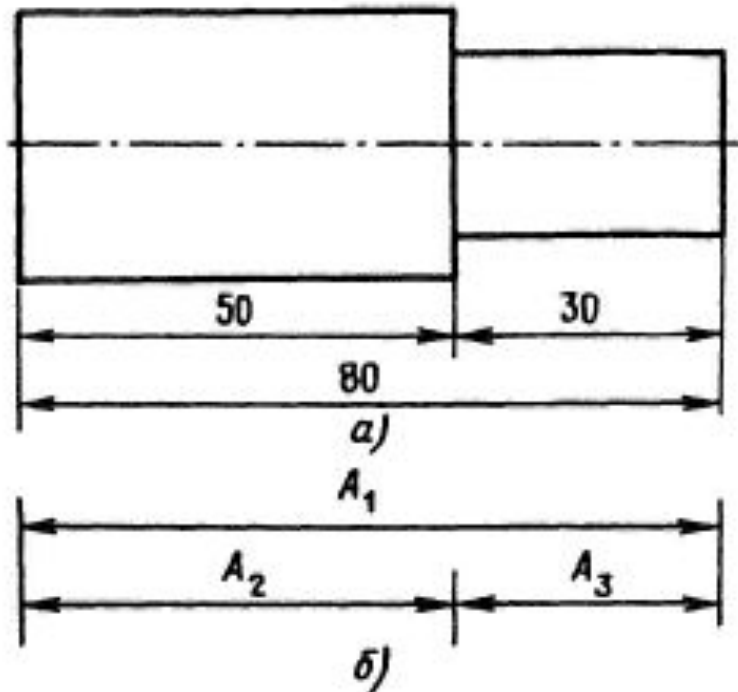

Рис. 1. Размерная цепь из элементов детали
- **Составляющие звенья (звенья)** - *размеры, входящие в размерную цепь. Обозначают чаще всего прописными русскими буквами с индексами (рис.1), иногда используют строчные буквы греческого алфавита, кроме букв $\alpha, \delta, \xi, \lambda, \omega$*